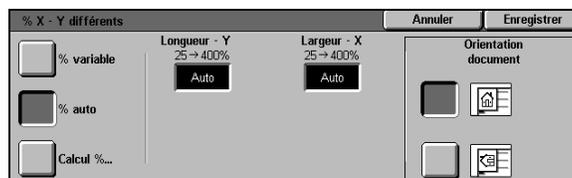

Figure 20 : Taux de réduction/ agrandissement auto
- 3 Choisissez **% auto** (voir la figure 20).